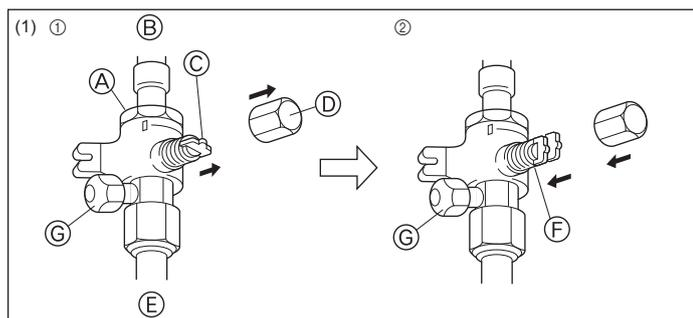
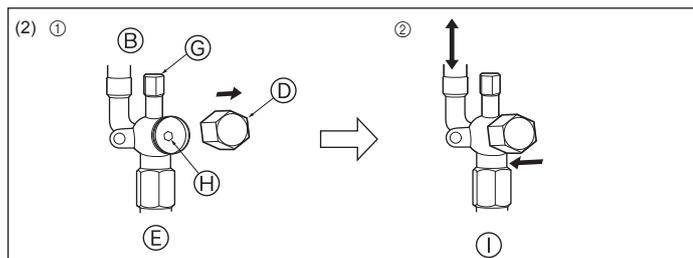

Fig. 4-9
Fig. 4-10
- (1) Côté gaz (Fig. 4-9)
- ① Enlever le capuchon, ramener la poignée vers soi et la tourner d'un quart de tour en sens inverse des aiguilles d'une montre pour ouvrir la vanne.
- ② Vérifier que la vanne d'arrêt est complètement ouverte, appuyer sur la poignée et tourner le capuchon pour le ramener sur sa position d'origine.
- (2) Côté liquide (Fig. 4-10)
- ① Retirez le bouchon, et tournez la tige de soupape à fond dans le sens antihoraire avec une clé hexagonale de 4 mm. Arrêtez de tourner quand elle frappe la retenue. (ø6,35: env. 4,5 tours) (ø9,52: env. 10 tours)
- (A) Vanne